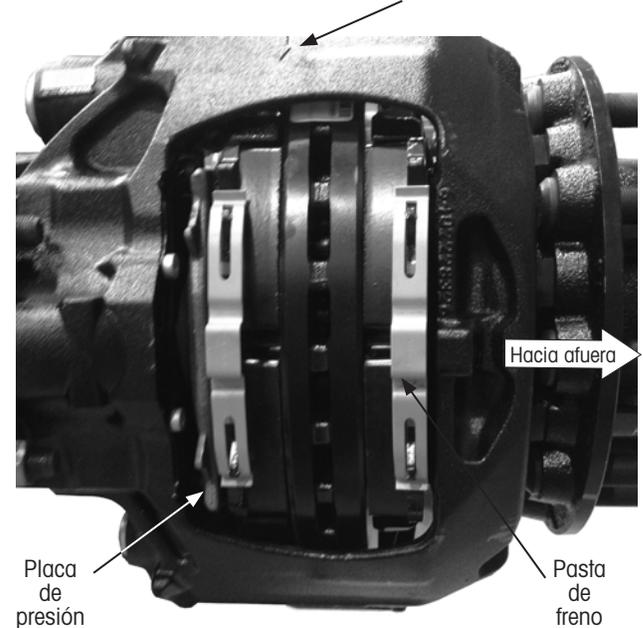

Figura 20: Extracción de pastas de freno externa
10. **Empuje manualmente** el caliper de freno hacia afuera y retire la pasta de freno externa (Figura 20).